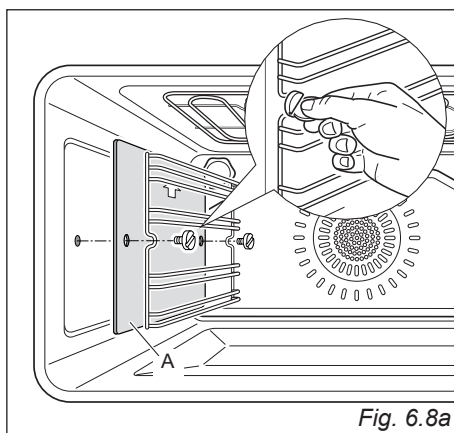

Fig. 6.8a
- Montare i telai laterali fissandoli alle pareti del forno con 2 viti (fig. 6.8a).
Nei modelli con i pannelli catalitici di serie, interporre i pannelli autopulenti "A" con la freccia rivolta verso l'alto (fig. 6.8a).
- Avvitare i telai laterali alle pareti del forno (fig. 6.8a).